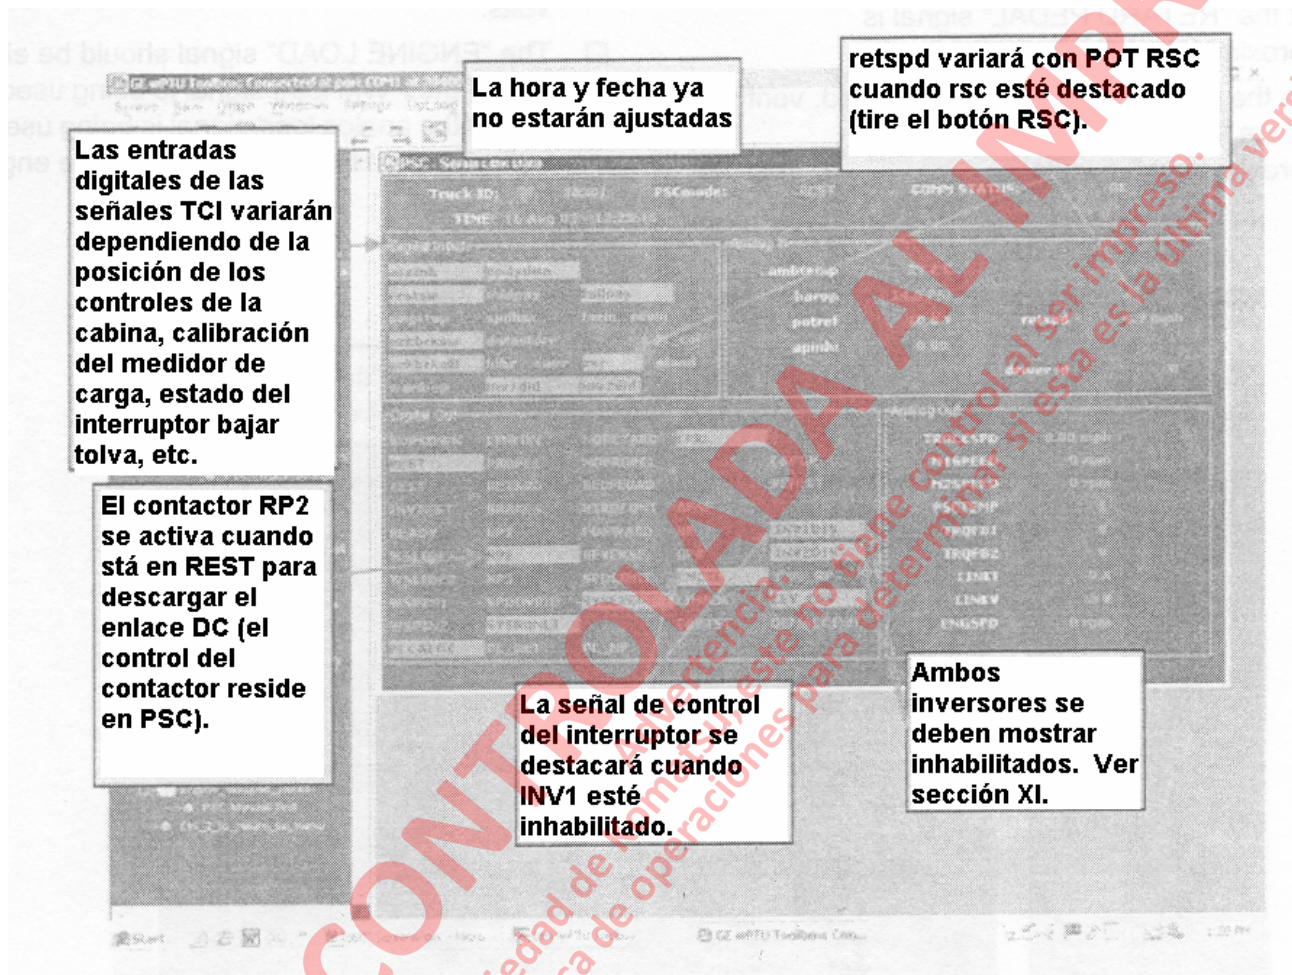

FIGURA 3-4. PANTALA DE DATOS SERIALES PSC
- Verifique que los valores análogos y digitales sean similares al ejemplo de la Figura 3-4.